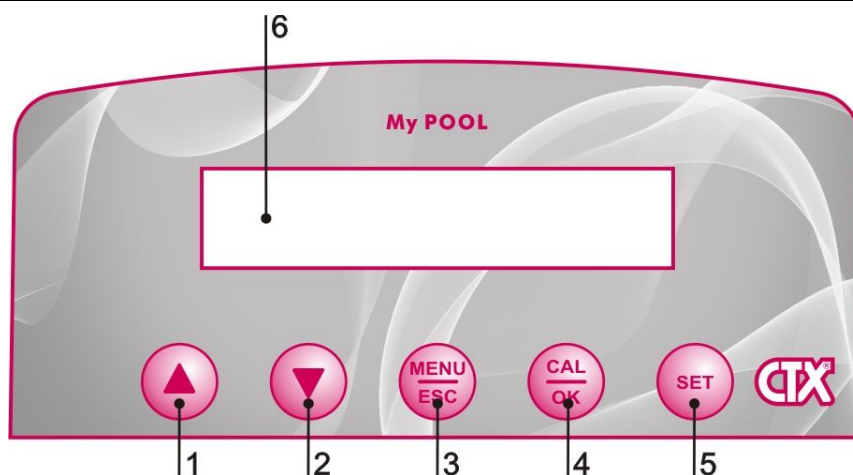

Fig. 4 - Pannello Comandi
Premere insieme i tasti dei valori di incremento (1) e di riduzione (2). (fig. 4).
Con la Pompa in STAND-BY premere insieme i tasti MENU/ESC (3) e CAL/OK (4) (fig.4).